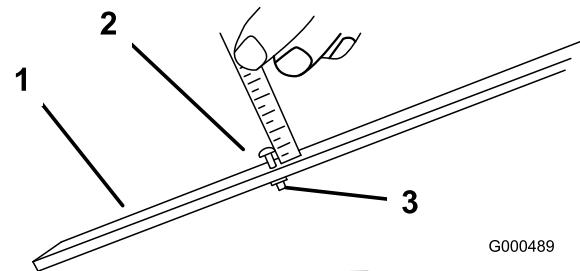

Figura 49
- Allentate il dado sulla barra di misura (Figura 49) e posizionate la vite di regolazione all'altezza di taglio opportuna. La distanza tra la base della testa della vite e la superficie della barra è l'altezza di taglio.